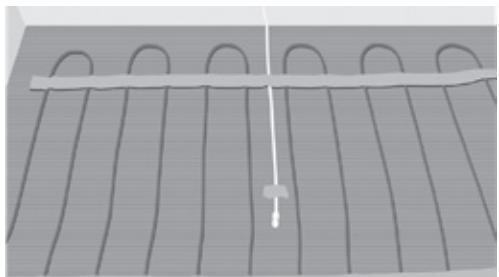

Fig. 9. Placer le tuyau de conduit/capteur entre deux câbles
12. Placer et fixer le tuyau de conduite ou le capteur de sol si aucun tuyau de conduite n'est installé. Sceller l'extrémité du tuyau de conduite. Assurez-vous de positionner le tuyau/capteur entre deux câbles chauffants (fig. 9).